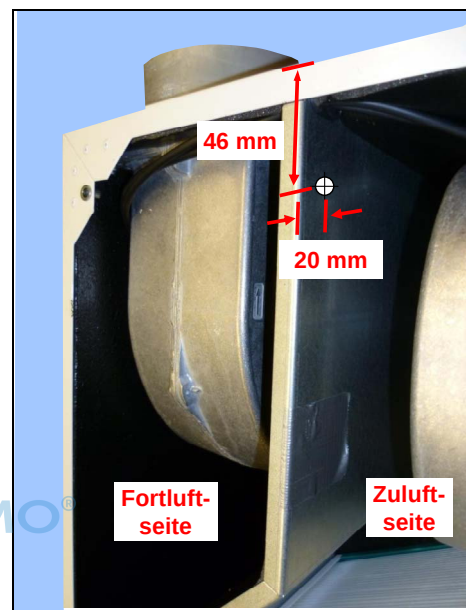

Bild 2
- 3) Eine Bohrung mit einem Durchmesser von 6mm für die Befestigung des Zuluftfühlers mit folgenden Abständen durch die Gerätewand bohren (Bild 2):